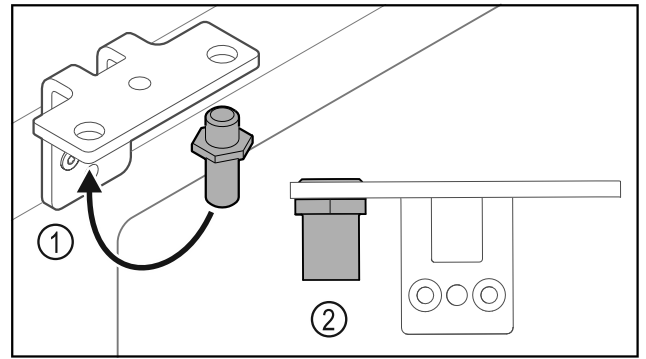

Fig. 36
- Spostare il perno Fig. 36 (1) nella cerniera angolare.
- Serrare il perno Fig. 36 (2) con una **coppia di 12 Nm**.